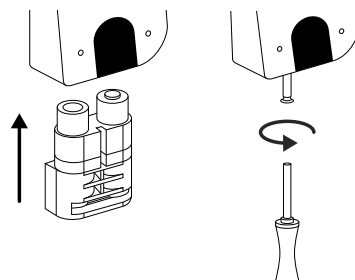

Fig. 5
⑤ Vuelva a introducir el compartimento de la batería en la carcasa y atornillelo firmemente (Fig. 5).